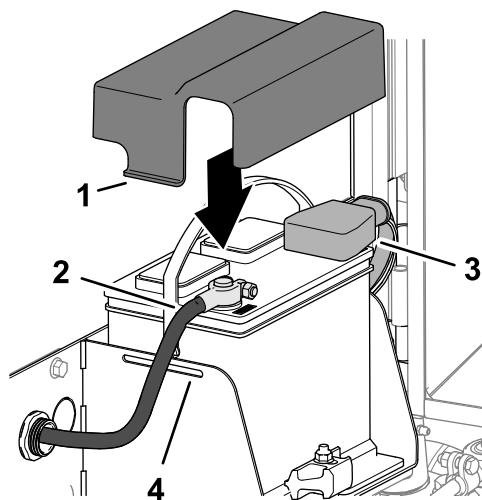

Figura 92
1. Instale o cabo positivo da bateria (vermelho) no terminal positivo (+) da bateria (Figura 92).